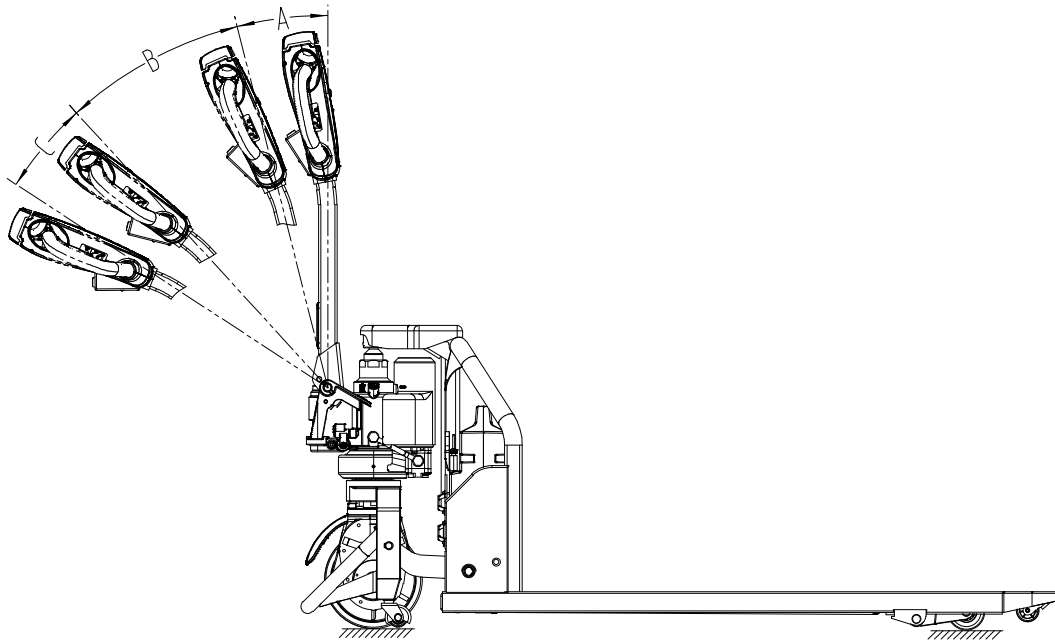

Figure 5
- En cas d'urgence, amener rapidement le timon dans le secteur A ou C (fig. 5), afin que le frein se bloque et déclenche un freinage d'urgence.